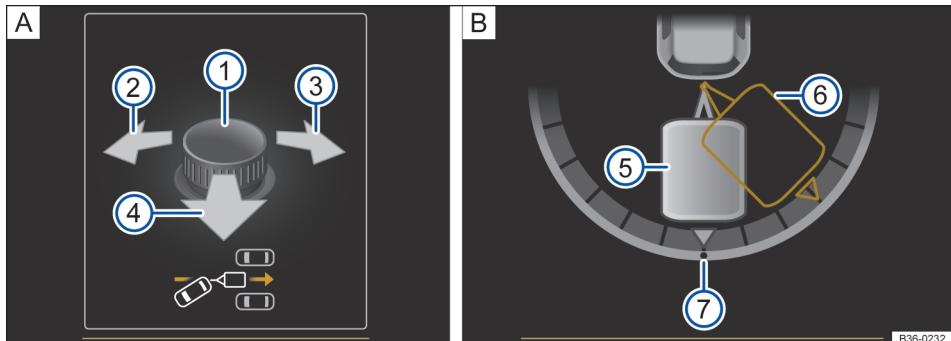

Fig. 168 No display do instrumento combinado: operar o assistente de manobras do reboque.
Legenda para → Fig. 168:
- Bascular o botão rotativo até atingir a direção desejada. No display do instrumento combinado, aparece uma representação do conjunto na posição atual para orientação → Fig. 168  .
- Se necessário, corrigir o ângulo com o botão rotativo → Fig. 168  .